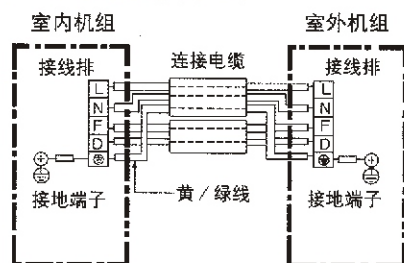

图 15 室内外电气连接图
(1) 用附件⑨及⑪连接电缆按接线图要求正确地连接室内外机组, 绝对不可连接错误(如图 15)。
(2) 连接电缆必须用室内外机组上的电线压板压紧。
- 接地线必须根据图 15 所示用连接电缆中黄/绿色导线接至带有“⊕”标记的接线端子上。